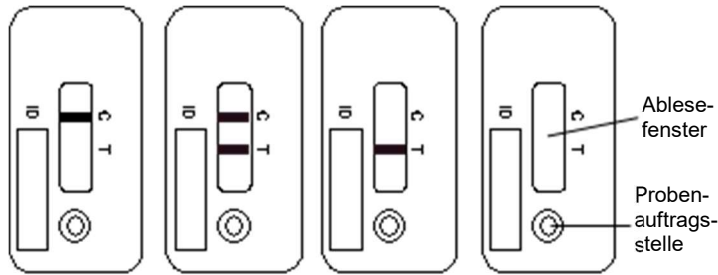

Abbildung 1A Abbildung 1B Abbildung 1C Abbildung 1D
- Damit das Testresultat als gültig bewertet wird, muss die Kontrollbande (C) klar ersichtlich sein (siehe Abbildung 1A und Abbildung 1B). Diese wird nur als Funktionskontrolle verwendet und kann nicht zur Interpretation der Testbande (T) benutzt werden. Falls die Testbande (T) nach 15 Minuten Inkubation nicht ersichtlich ist (Abbildung 1A), bedeutet dies, dass Adalimumab nicht nachweisbar ist. Falls die Testbande (T) nach 15 Minuten Inkubation ersichtlich ist (Abbildung 1B), wird die Adalimumab Konzentration in der Serumprobe durch den Quantum Blue® Reader berechnet.